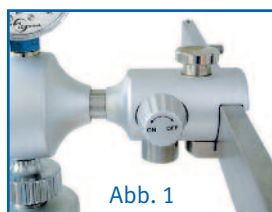

Abb. 1
- Lieferbar sind auch Vakuumregler mit einer Schnellschaltung zum Ein-Ausschalten unter Beibehaltung des eingestellten Vakuums (Seite 43, Abbildung 1)